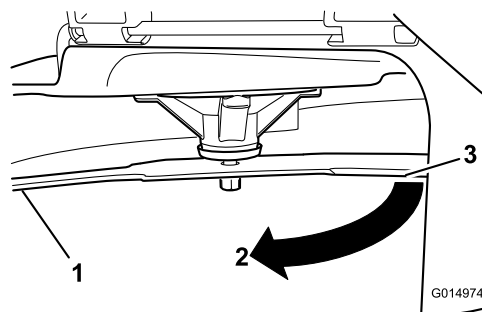

Figura 74
3. Distancia medida entre la cuchilla y la superficie (A)
4. Gire la misma cuchilla 180 grados de manera que el otro extremo esté en la misma posición (**Figura 74**).